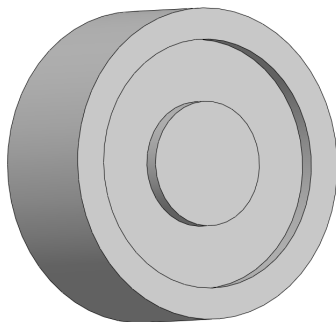

图 14-23 创建拉伸切除特征
(7) 退出草图绘制环境，单击【拉伸切除】按钮，选择新绘制的草图，弹出【切除-拉伸】属性管理器，设置【深度】为 10，单击【确定】按钮，即可创建拉伸切除特征，效果如图 14-23 所示。